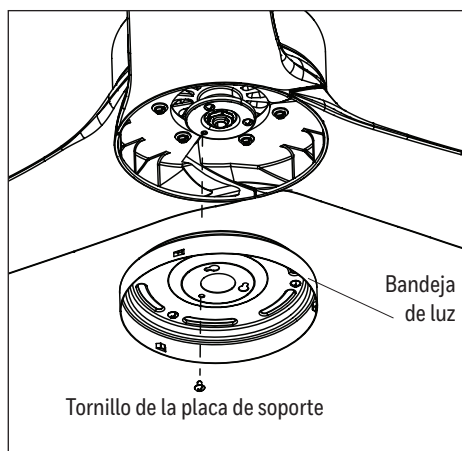

Figura 5.4
4. Alinee los chaveteros de la bandeja de luz con los tornillos sueltos de la placa de soporte. Gire el bandeja de luz en dirección de las manecillas del reloj y vuelva a colocar el tornillo de la placa de soporte que se retiró anteriormente. Apriete todos los tornillos (Figura 5.4).